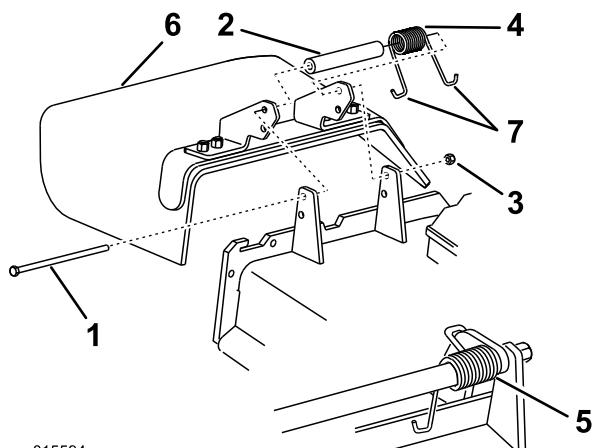

Bild 98
Hinweis: Achten Sie darauf, dass ein J-förmiges Federende hinter der Mähwerkskante installiert wird, bevor Sie die Schraube wie in Bild 98 gezeigt einsetzen.
3. Setzen Sie Schraube und Mutter ein. Führen Sie ein J-förmiges Hakenende der Feder um das Ablenkblech (Bild 98).
1. Entfernen Sie die Sicherungsmutter, Schraube, Feder und das Distanzstück, mit denen das Ablenkblech an den Drehhalterungen befestigt ist (Bild 98). Entfernen Sie defekte oder abgenutzte Ablenkbleche.